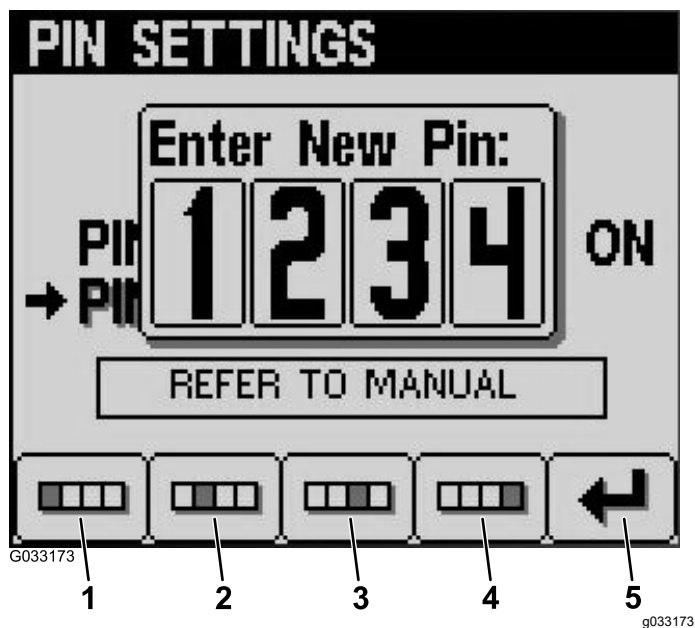

Рисунок 16
7. Введите свой новый ПИН-код при помощи кнопок с 1 по 4 и по завершении ввода нажмите кнопку 5 (Рисунок 16).